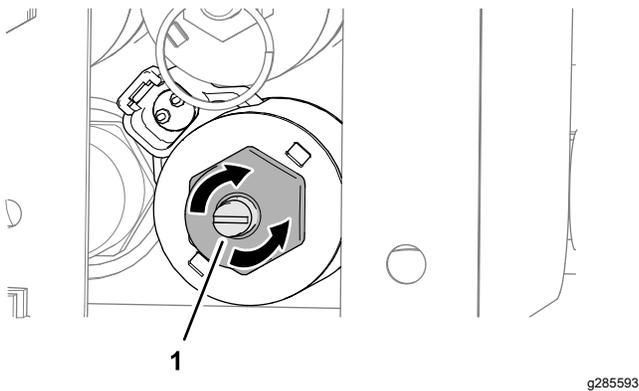

図 37
1. 優先バルブの六角ヘッドねじを右に回すとフロア速度が増大する **図 37**。